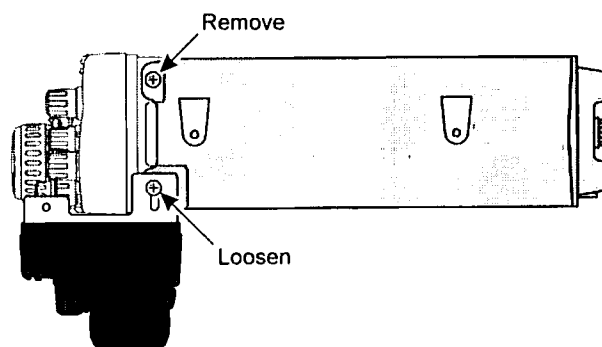

Figura 4
- ② Tomando la figura 4 como referencia, saque los dos tornillos de montaje del panel frontal y suelte los otros dos con el objeto de deslizar el referido panel hacia abajo.
- ③ Dentro del panel frontal, localice el enchufe de 10 alfileres de contacto que se encuentra disponible y proceda a conectar en él la unidad **FVS-1A** (refiérase a la ilustración N° 5).
- ④ Coloque el interruptor del **FVS-1A** que selecciona entre japonés (**JA**) e inglés (**EN**) a la posición deseada y luego, con la cinta adhesiva de dos caras proceda a pegar la tarjeta **FVS-1A** sobre la superficie plana del circuito integrado del sintetizador (FVS-1A).
- ⑤ Y para terminar, coloque nuevamente el panel frontal en su lugar, junto con la cubierta y la manilla en el FT-847.